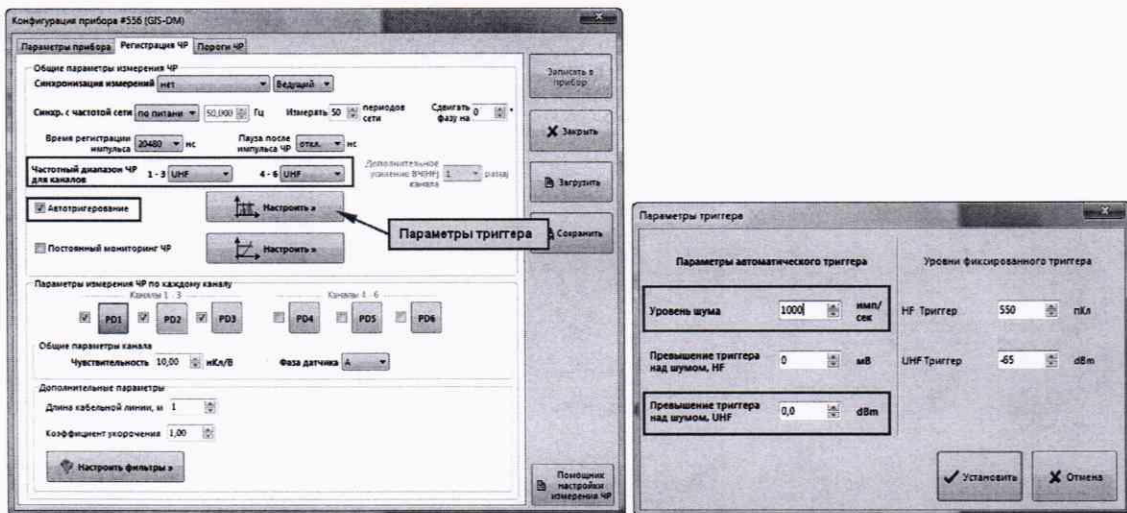

Рисунок 8 Настройки для измерений в диапазоне от 450 до 1200 МГц (диапазон UHF).
**Настройки для измерений в диапазоне от 450 до 1200 МГц (диапазон UHF) (Рисунок 8):**